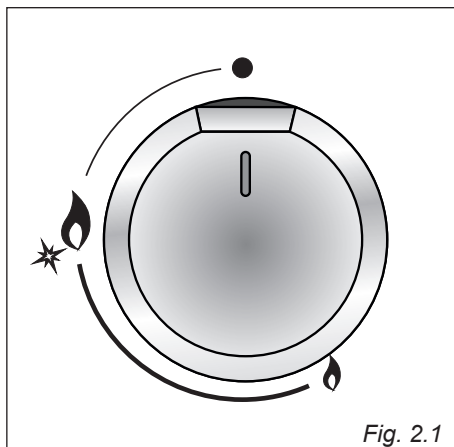
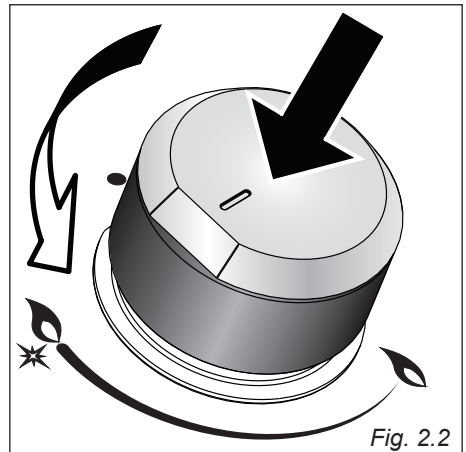

Fig. 2.1
Fig. 2.2
Med betjeningsknappen tændes brænderen, og flammens styrke indstilles (se fig. 2.1).
1. Tryk knappen ind og drej den venstre om (fig. 2.2) til symbolet for kraftigste flamme  (fig. 2.1). Hold knappen inde indtil flammen tændes. Hvis flammen ikke tænder, forsøg da med en tændstik.